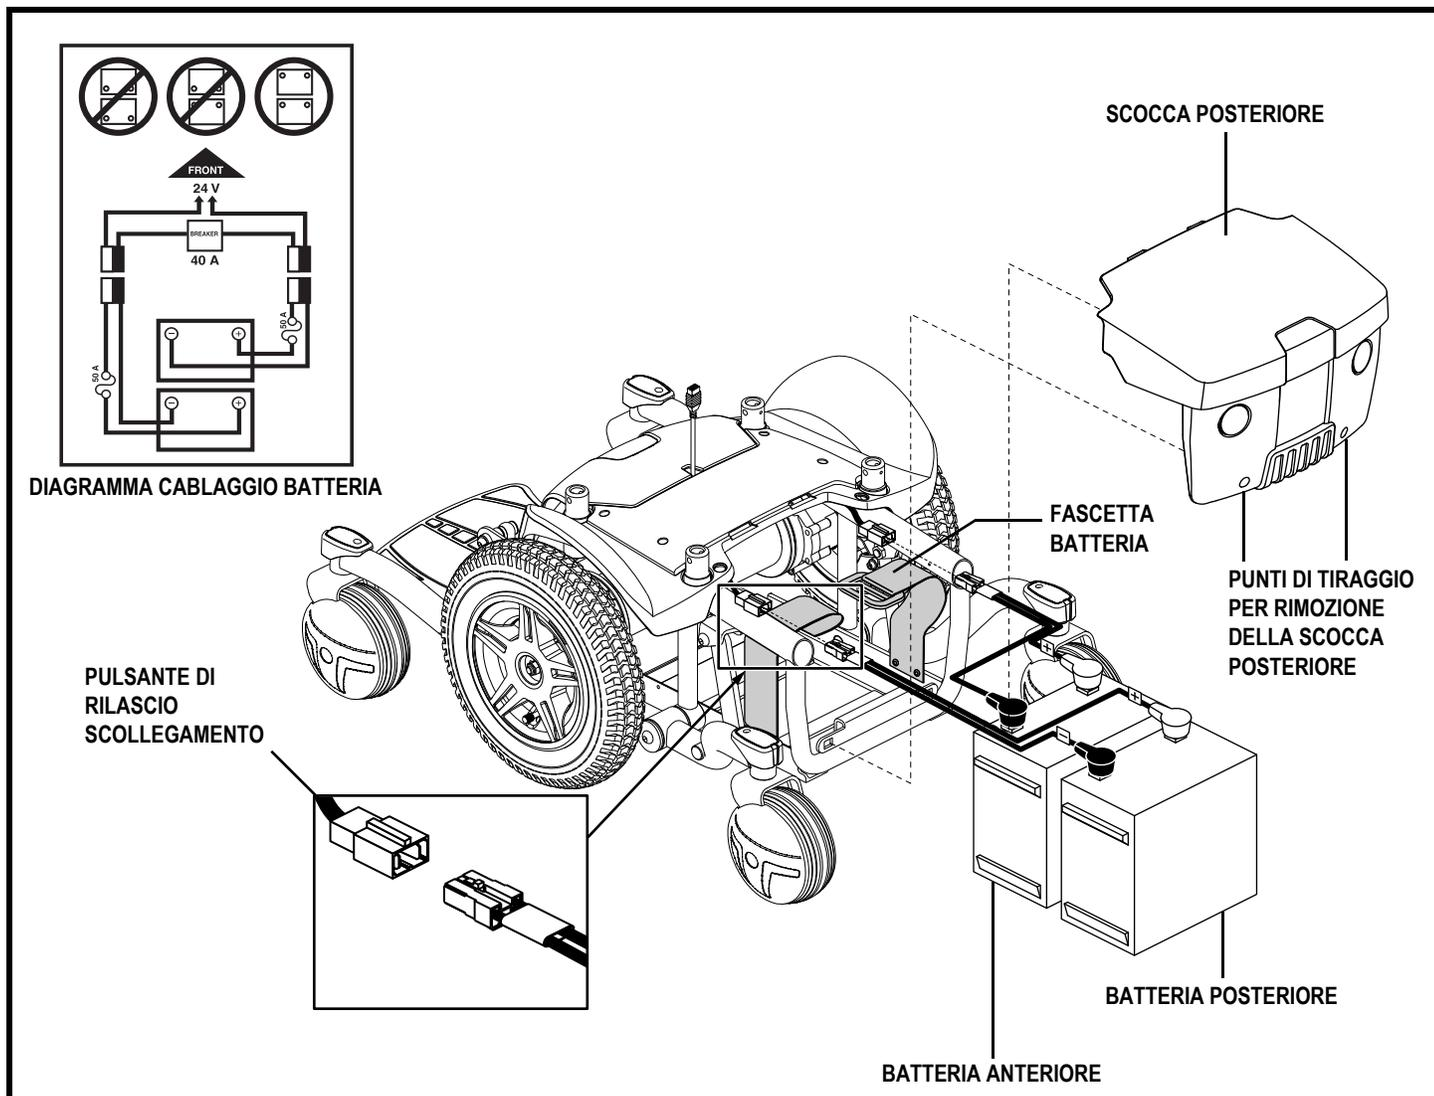

Figura 23. Rimozione/Installazione della batteria
Un diagramma del cablaggio delle batterie è stampato su un'etichetta che si trova sul vassoio anteriore della batteria. Vedere la figura 23.
3. Tirare per rimuovere la scocca posteriore. **Vedere la figura 23.**
4. Spingere il pulsante di rilascio e scollegare la struttura della batteria posteriore dalla base di alimentazione. **Vedere la figura 23.**
7. Spingere il pulsante di rilascio e scollegare la struttura della batteria anteriore dalla base di alimentazione. **Vedere la figura 23.**